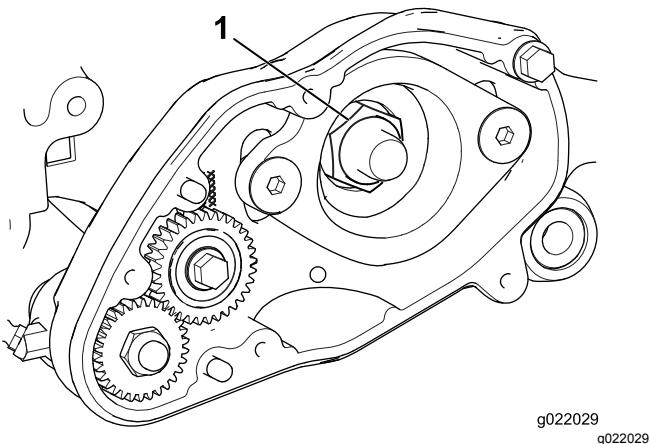

Figura 10
1. Togliete il dado di bloccaggio del cuscinetto del cilindro dall'albero del cilindro (Figura 10).